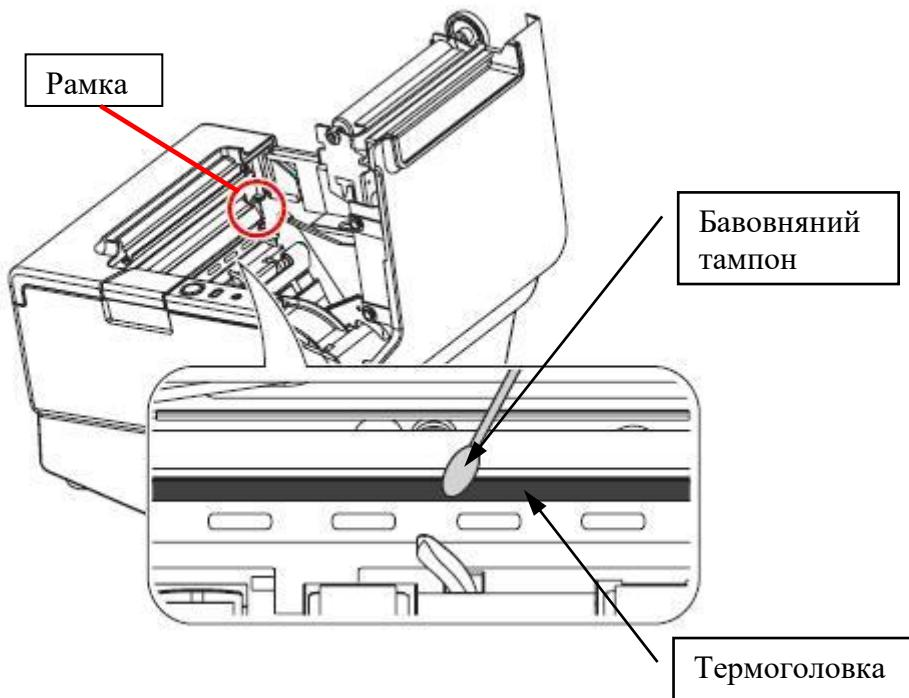

Рисунок 15 – Очистка термоголовок реєстратора.
- почистити термоголовки бавовняним тампоном, змоченим розчинником на спиртовій основі (етиловим, метиловим або ізопропиловим спиртом). Див. рисунок 15;